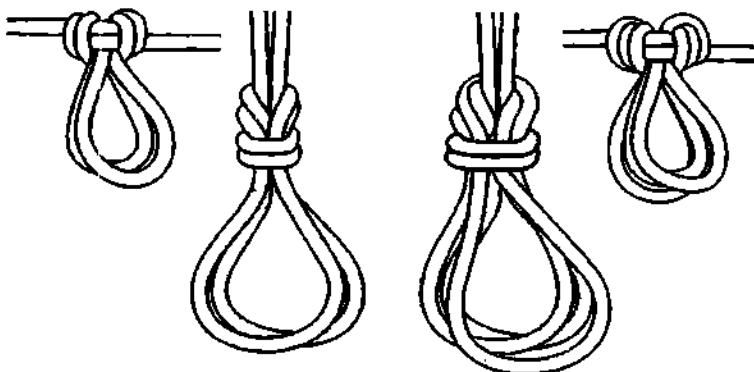

Рис. 460. Двойной и тройной австрийский проводники.
*Двойной австрийский проводник* такой же красивый, симметричный, надёжный узел, как и одинарный *австрийский проводник* (рис. 460). Двойная (тройная) петля не ослабляет трос, и после использования очень легко развязывается.